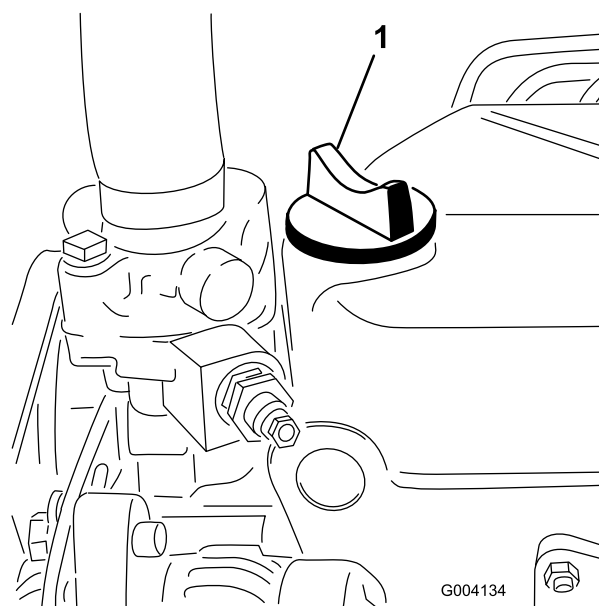

Figura 27
5. Se l'olio non raggiunge la tacca Full, togliete il tappo di riempimento (Figura 27) e aggiungete olio finché il livello non raggiunge la tacca. **Non riempite troppo.**